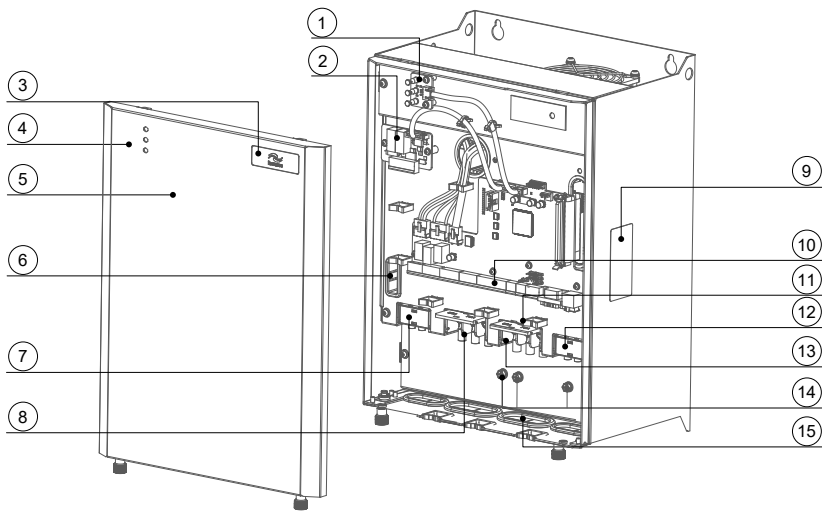

图 1-2 部件示意图
- 图 1-2 是以 CP500-4T18.5-XX~CP500-4T22-XX 机型为例介绍产品部件，其他功率机型部件说明请以实物为准。